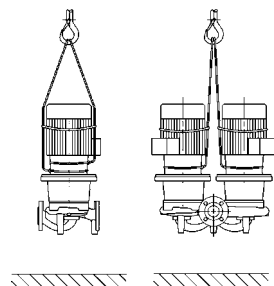

Fig. 3: Montajul cablurilor de transport
- Inelele de prindere de la motor servesc numai ca ghidaj la ridicarea sarcinii (fig. 3).